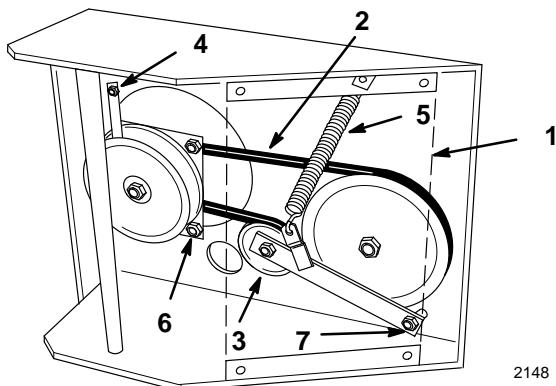

Abbildung 31
3. Die Schraube links vorne am Motor entfernen mit der die Kupplungshalterung am Rahmen befestigt ist. (Abb. 31). Die Halterung von der Kupplung aushängen und abnehmen.
4. Spannfeder auf der Rahmenseite aushängen (Abb. 31).
7. Schwenkbolzen mit einem Anzugsmoment von 47-54 N.m (35-40 ft. lb.) anziehen. Spannfeder zwischen dem Leitrollenhebel und dem Winkel am Rahmen befestigen (Abb. 31).